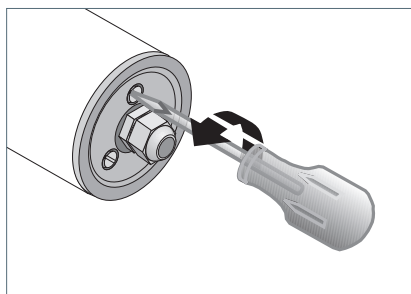

Fig. 2: Aprire la parte laterale A.
- ▶ Allentare le tre viti sul lato di collegamento effettuando dai 3 ai 4 giri circa, vedi Fig. 2.